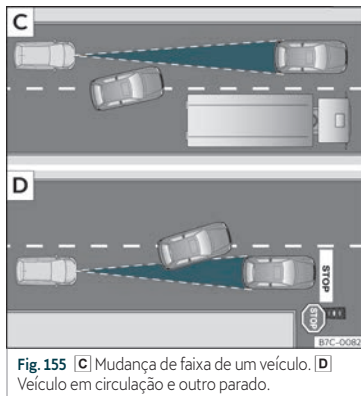

Fig. 155 [C] Mudança de faixa de um veículo. [D] Veículo em circulação e outro parado.
- Veículos que mudem para a faixa na qual circula a pouca distância do veículo >>> **Fig. 155** [C].
»» Fig. 155 [D].